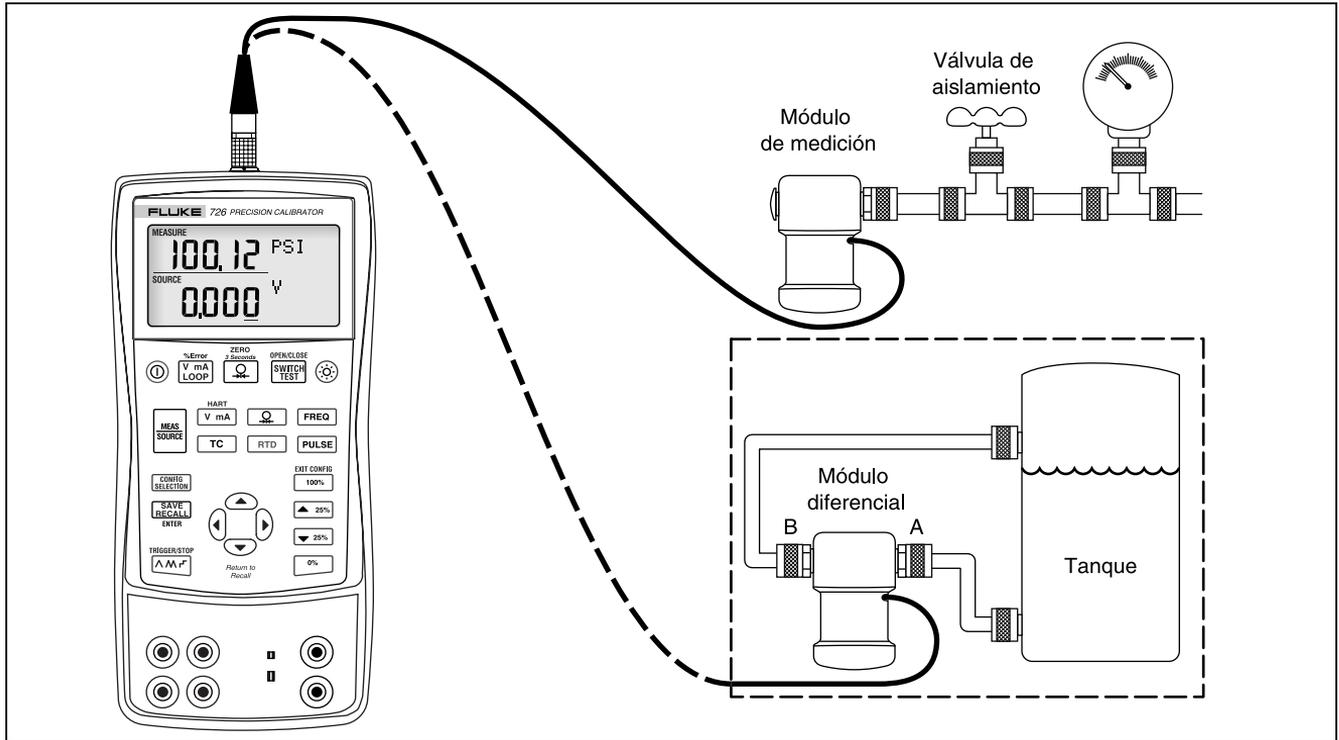

Figura 13. Conexiones para medir presión
1. Conecte el módulo de presión al calibrador tal como se muestra en la figura 13. Las roscas en los módulos de presión aceptan accesorios para tubería estándar ¼ NPT. Utilice el NPT de ¼ al adaptador ISO de ¼ suministrados, si es necesario.